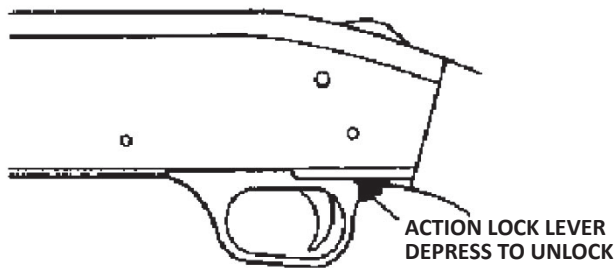
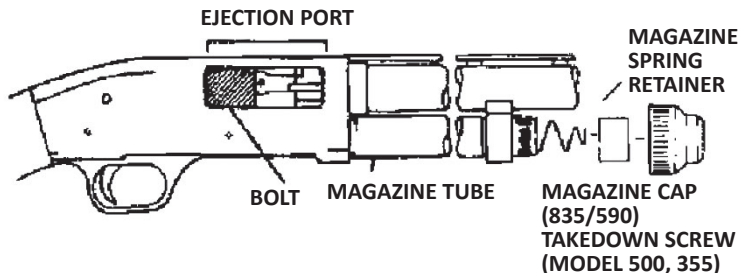

Рис. 1
Рис. 5. Снятие ствола
Кнопка разблокировки затвора позволяет отпереть затвор при взведенном курке для осмотра патронника и ствольной коробки или для разряжения без стрельбы. Для того чтобы отпереть затвор, нажмите и удерживайте кнопку деблокировки затвора и потяните цевье полностью назад (рис. 1).
Нажмите кнопку деблокировки затвора (*рис. 1*) и потяните цевье назад, пока передняя часть затвора не окажется в середине окна извлечения гильзы (*рис. 5*).
- ! Перед заряданием передвиньте кнопку предохранителя до упора вправо (*рис. 1*) в положение «ОН/ВКЛ» (безопасное).
Нажмите кнопку разблокировки затвора (*рис. 1*) и отойдите завор, потянув цевье полностью назад.
Нажмите кнопку деблокировки затвора (рис. 1) и плавно потяните цевье полностью назад, пока патрон будет полностью вынут из патронника и виден через окно извлечения. Достаньте патрон рукой.
Нажмите кнопку деблокировки затвора (рис. 1) и отοπрите затвор, потянув цевье полностью назад.
Плавнo двигайте цевье вперед, пока передняя часть затвора не достигнет середины окна извлечения (рис. 5).